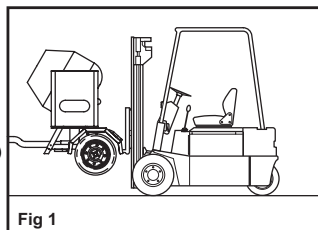
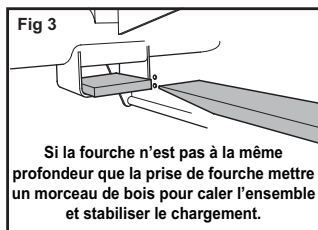

Fig 1
Fig 3
- La prise de fourche (Fig 3) est située sous le châssis principal pour permettre à La bétonnière d'être chargée en utilisant une fourche d'élévation (Fig 1).